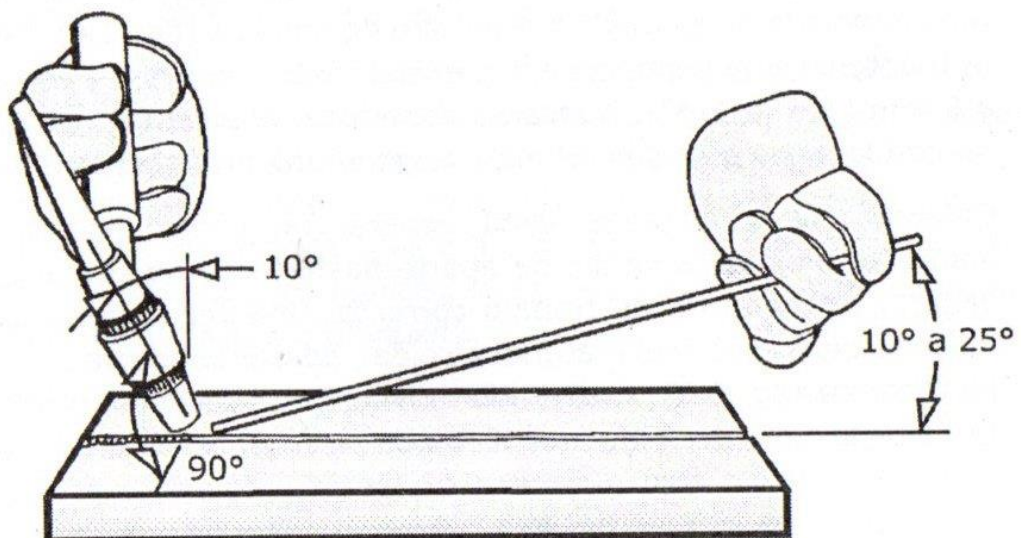

Fig. 3.6 Angulos de la varilla de aporte y del soplete
- ✓ El material de aporte deberá ser alimentado en forma anticipada al arco (fig. 3.6), respetando un ángulo de  $10^\circ$  a  $25^\circ$  respecto al plano de soldadura, mientras el soplete deberá tener un ángulo de  $90^\circ$  respecto al eje perpendicular al sentido de la soldadura y ligeramente caído en el eje vertical (aproximadamente  $10^\circ$ ). Es muy importante que el ángulo de alimentación del aporte sea lo menor posible. Esto asegura una buena protección del gas inerte sobre el metal fundido y reduce el riesgo de tocar la varilla con el electrodo de tungsteno.